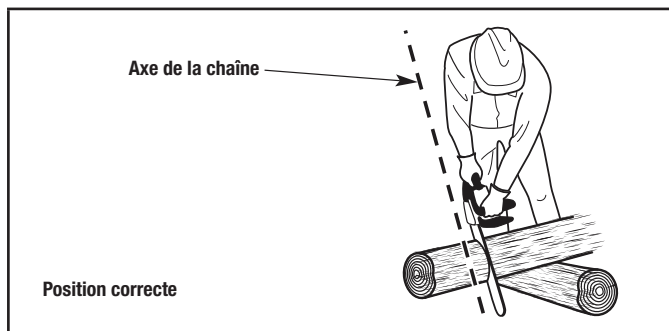
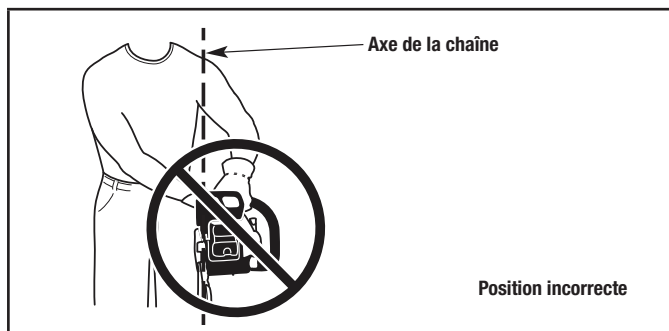

Figure 7
Figure 8
- L'opérateur doit utiliser ces placements de main, qu'il soit gaucher ou droitier. Cela permettra de maintenir l'opérateur légèrement à gauche de la scie à chaîne et hors de l'axe direct de la scie à chaîne en cas de rebond (Fig. 7 et Fig. 8).